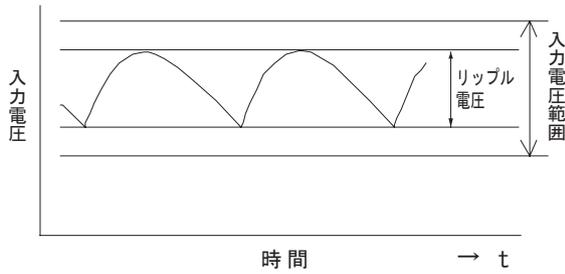

図2.1 入力電圧のリップル
(4) 入力電源
- 入力電圧に含まれるリップル電圧（図2.1）は、以下のようにご使用ください。この値が大きくと出力リップル電圧が大きくなります。